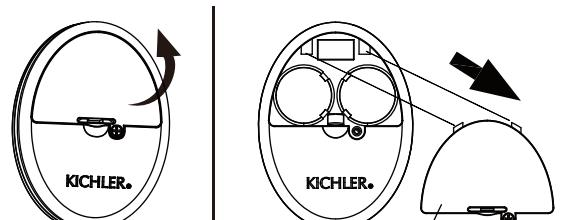

Figura 30
Paso 1. Retire el tornillo de seguridad y la cubierta de la batería de la parte posterior del transmisor. Consérve el tornillo de seguridad. (**Figura 30**)